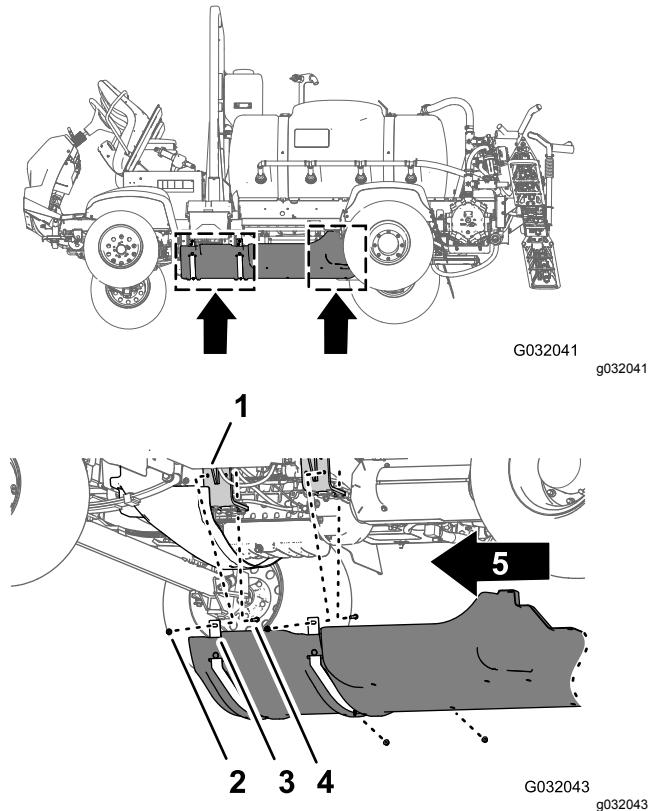

Figura 179
- Alinee el protector de bajos con el chasis de la máquina (Figura 179).
cuadrado de los soportes de montaje del motor de la máquina (Figura 179).
- Sujete el protector de bajos a los pernos de los soportes de montaje del motor (Figura 179) con las 4 contratuerzas con arandela prensada (5/16") que retiró en el paso 2 de 12 Retirada del kit opcional de protector de bajos (página 25).